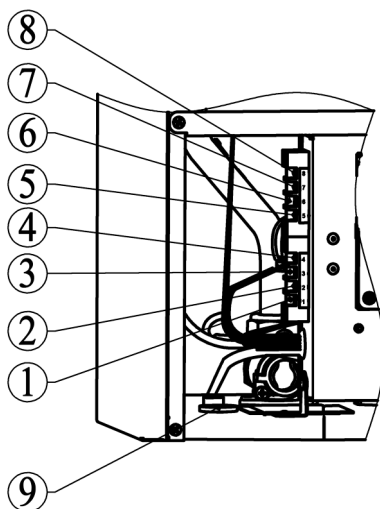

Рис. 11. Подключение дополнительных устройств
- удалить перемычку между клеммами 1 и 2 на колодке блока управления (рисунок 11);
- продеть двухпроводной кабель, идущий от термостата, через проходную муфту 9 в корпусе и подключите его к клеммам 1 и 2 (рисунок 11);
- продеть двухпроводной кабель, идущий от датчика, через проходную муфту 9 в корпусе и подсоедините его к клеммам 3 и 4 (рисунок 11);
- удалить перемычку между клеммами 1 и 2 (рисунок 11);
- продеть двухпроводной кабель, идущий от выносной панели, через проходную муфту 9 в корпусе и подключите его к клеммам 1 и 2 (рисунок 11);
- Продеть двухпроводной кабель, идущий от термостата БКН, через проходную муфту 9 в корпусе котла и подсоедините его к клеммам 5 и 6 (рис. 11)
- Продеть двухпроводной кабель, идущий от датчика температуры БКН, через проходную муфту 9 в корпусе котла и подсоедините его к клеммам 7 и 8 (рис. 11)